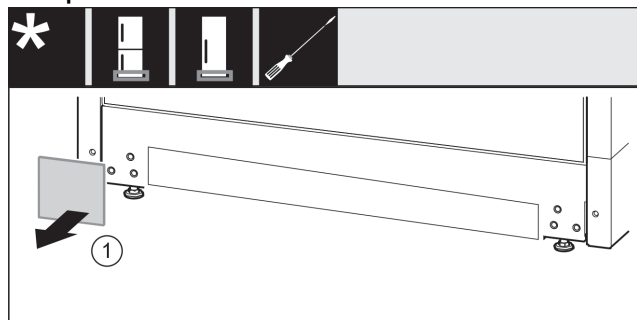

Fig. 13
- ▶ Snemite oblogo. Fig. 13 (1)